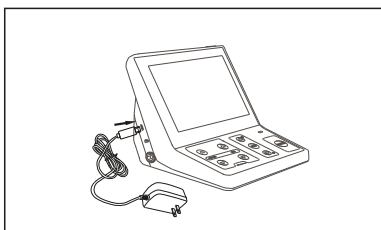

Рис. 12
- Вставте роз'єм зарядного пристрою в гніздо для зарядки на блоці управління ① (рис. 12).